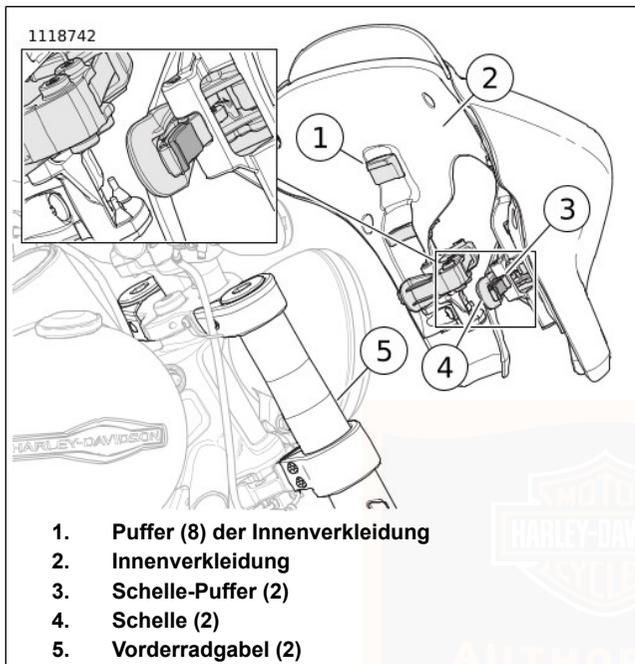

Abbildung 45. Verkleidungsklemmen
1. Siehe Abbildung 45. Prüfen Sie die Verkleidung.
- a. Sicherstellen, dass die Puffer der Innenverkleidung (1) und die Puffer der Klemme (3) in Position, sauber und in gutem Zustand sind.
- b. Die Schellen (4) öffnen und schließen, um zu überprüfen, ob sie in einwandfreiem Zustand sind.